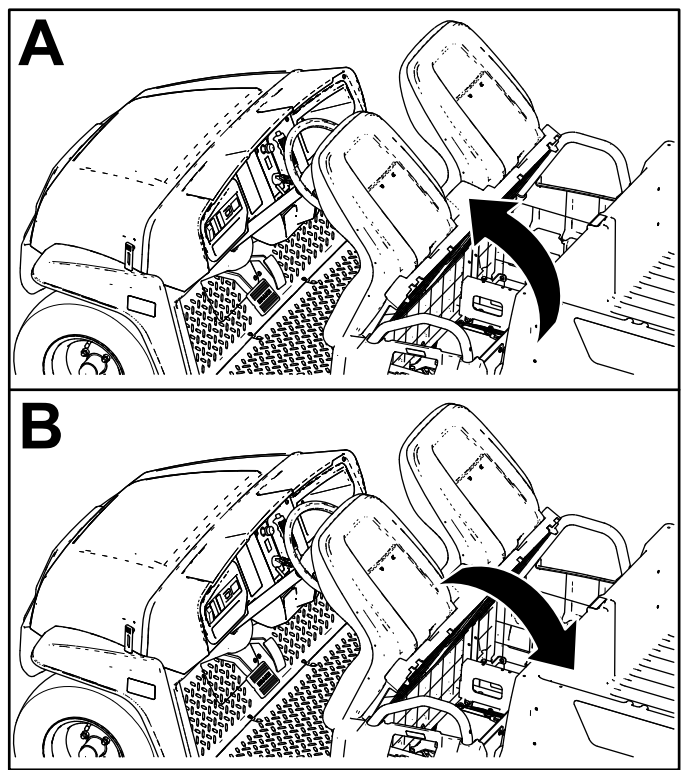

図 32
座席アセンブリを倒すには、アセンブリがハンドルに当たるまで前方に倒します 図 32。
座席アセンブリを通常位置に戻すには、アセンブリを後方倒します 図 32。
1. 座席ベースを前に倒す 図 32。